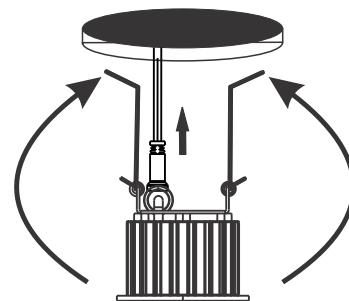

Figure 2
1. ELCO Lighting's one inch led fixtures are adaptable to 1/4" to 1" ceiling thicknesses. A 2" hole size is recommended for fixed one inch led fixtures. A 2 3/8" hole size is recommended for the adjustable one inch led fixture. **(Figure 2)**
1. Les luminaires LED d'ELCO Lighting sont adaptables à Épaisseurs de plafond de 1/4 "à 1". Une largeur de trou de 2 po est recommandée pour les appareils fixes d'un pouce. Une taille de trou de 2 3/8 "est recommandée pour l'ajustable Ensemble led à pouces. **(Figure 2)**
5. Lift the two springs towards the terminal block and insert into the ceiling opening. **(Figure 2).**
5. Retirer les deux ressorts vers les borniers et insérer dans l'ouverture du plafond. **(Figure 2).**